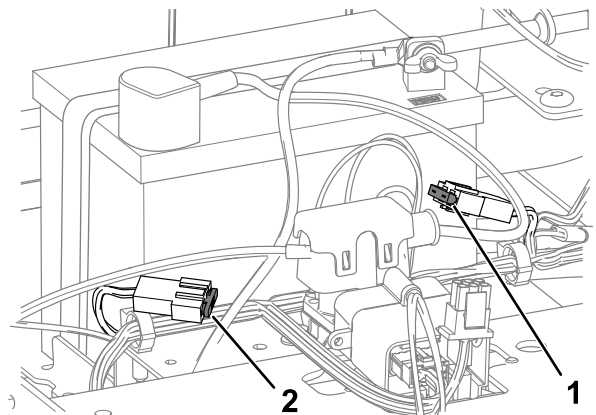

Figure 46
4. Pour remplacer un fusible, tirez dessus pour l'enlever (Figure 46).